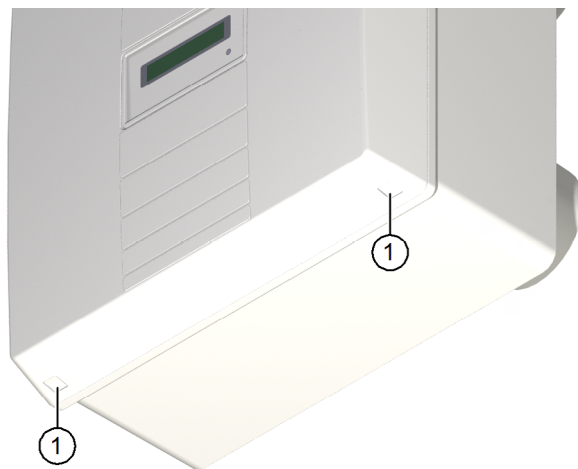

Abb. 17: Deckel vom Lüftungsgerät abnehmen
- ▶ Drücken Sie mit beiden Daumen auf die beiden Rasthaken (Pos. 1 in Abb. 17) an der Unterseite des Lüftungsgeräts. Der Deckel löst sich.